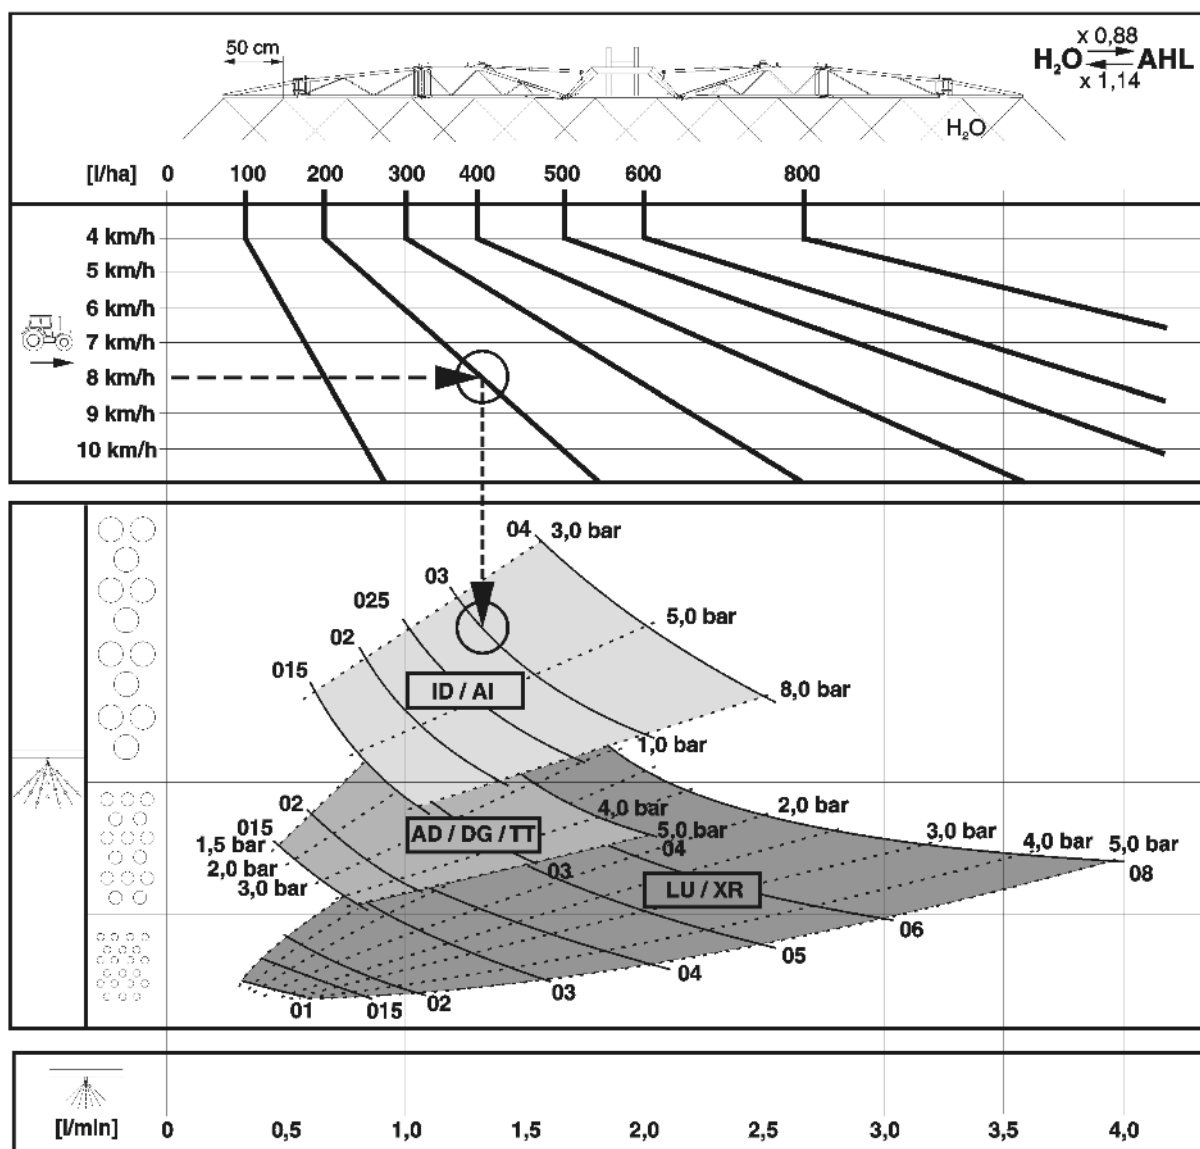

Fig. 180
- A Fig. 180 serve para a seleção do tipo de bico adequado. O tipo de bico é determinado pela